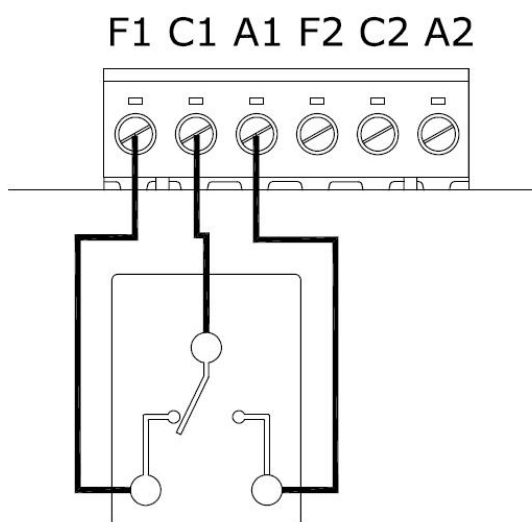

Figura 13 - Conexões do relé ao terminal.
O módulo de carcaça DIN disponibiliza 24 conectores de saída. Esses conectores correspondem aos contatos normalmente aberto (NA), normalmente fechado (NF) e o terminal comum (C) de cada relê como pode ser visto na Figura 13.